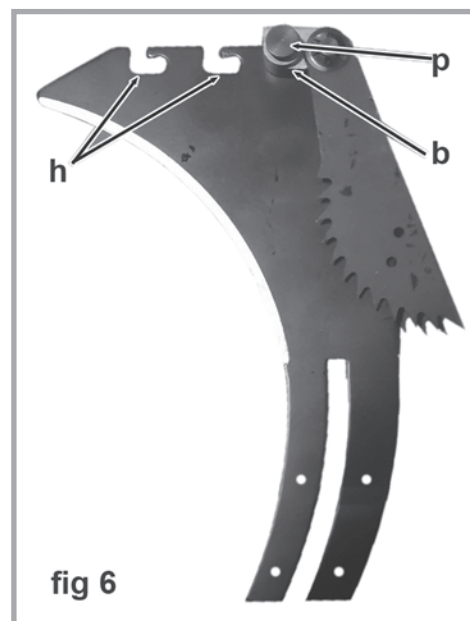
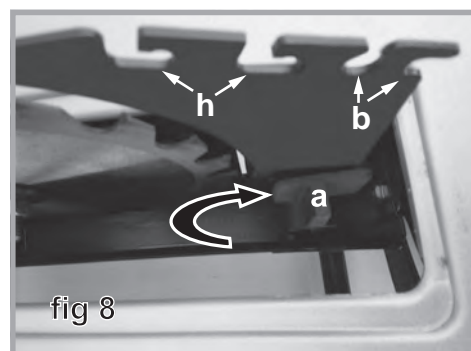

fig 6
fig 8
(montré avec l'ensemble de cliquets anti-recul, fig. 6).
6. Lorsque le couteau diviseur est complètement inséré et fermement assis, serrez le verrou levier (fig 8) pour le bloquer en place.
7. Placez l'ensemble de protection transparent (le garde) sur le dessus du couteau. La fente dans la barre de support en aluminium du garde vient en prise avec les deux crochets (h, fig 8) le long du bord supérieur du couteau, juste devant la fixation (b, fig 8) pour les cliquets antirebond. Vous devrez desserrer le bouton de blocage (k, fig. 5) à l'arrière de la barre de support de l'ensemble de protection.
9. Attach the anti-kickback pawls at (b, fig 8) as shown in fig 6.